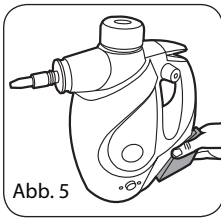

Abb. 5
1. Drücken Sie die Entriegelungstasten auf den Seiten des Tanks ein und ziehen den Tank aus dem Gerät (Abb. 5).